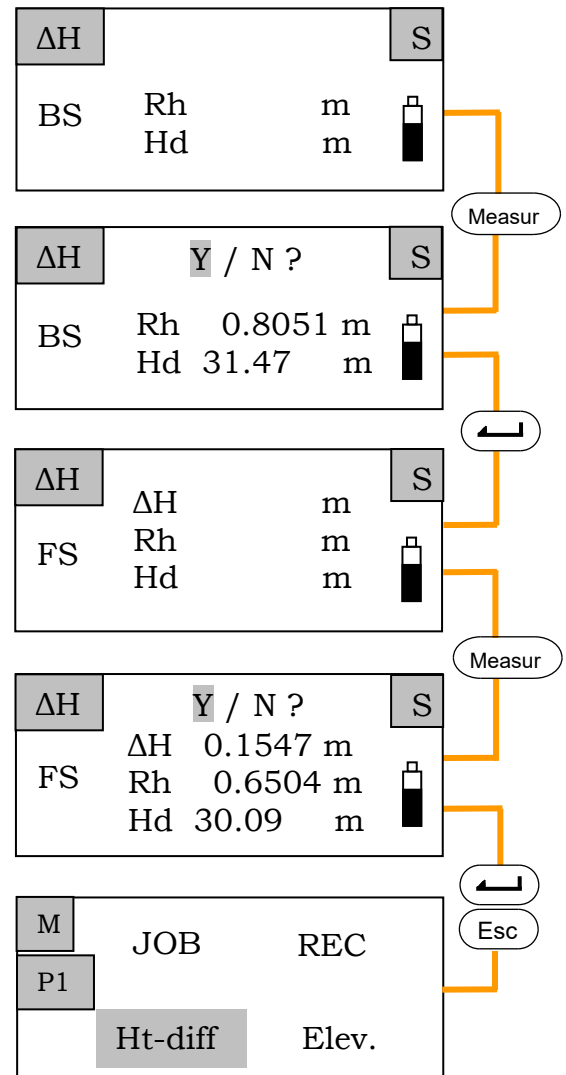

Рис. 6.7. Алгоритм вимірювання перевищень при відключеному запису даних
Покажемо алгоритм (рис. 6.7) вимірювання перевищень, якщо обрано Off (на дисплеї установлений режим запису даних не відображається під час вимірювань). Умови налаштування залишимо як у вихідному алгоритмі: однократні вимірювання (S), прямий хід (Go), ручний режим запису даних (Manual).